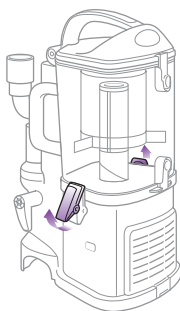

Fig. 18
- 1 Défaire les taquets sur les côtés du récipient à poussière en les soulevant vers le haut et l'extérieur pour retirer le récipient à poussière de la base du moteur. **(Fig. 18)**